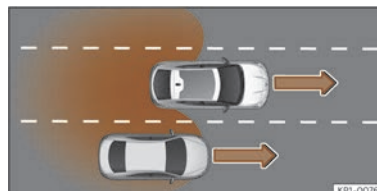

Fig. 154 Depășire pe banda centrală și apoi trecere pe banda din dreapta.
- La depășirea unui alt autovehicul >>> **fig. 154** cu o diferență de viteză de aproximativ 10 km/h (6 mph). Dacă vehiculul trece cu o viteză semnificativ mai mare, nu se afișează nicio indicație.